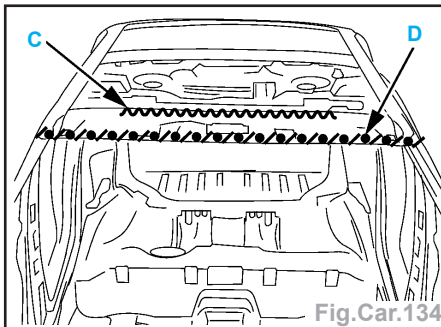

Fig.Car.134
- Appliquer une colle de calage structurale suivant **C** (fig.Car.134).